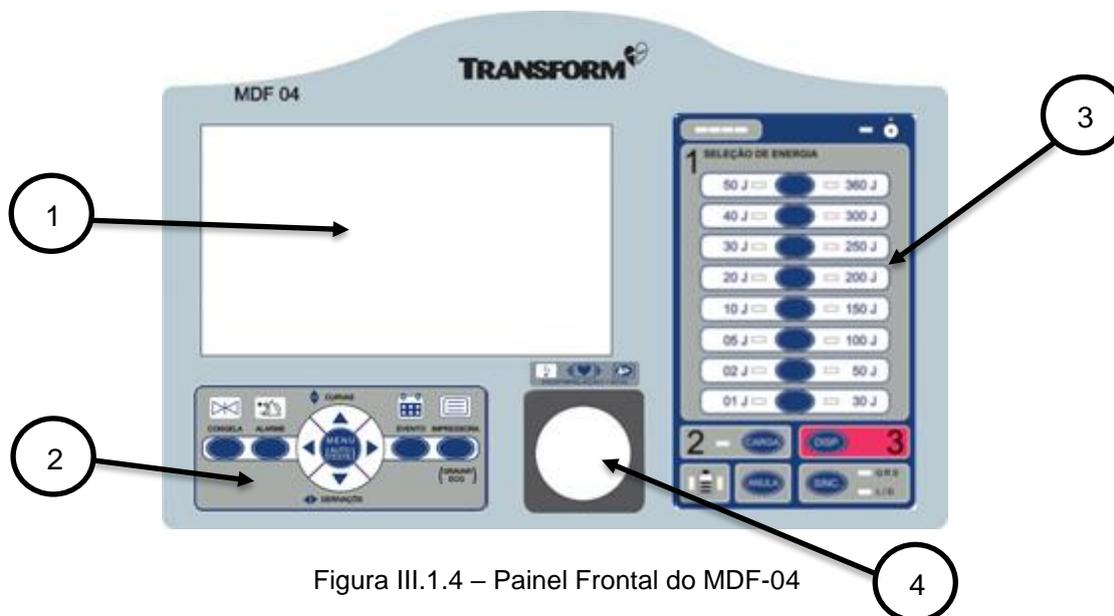

Figura III.1.4 – Painel Frontal do MDF-04
2. Certificar-se de que as pás tipo externo adulto/infantil (devidamente desinfetadas e preparadas) estejam conectadas ao conector apropriado do *equipamento* (4 - Fig. III.1.4); Sendo que, para o uso adulto, os discos de contato deverão ser acoplados às pás e para uso infantil os discos deverão ser removidos, conforme orientação em III.8. Antes do início do processo; as escalas adequadas serão automaticamente habilitadas.
3. Certificar-se, através da luz indicadora de sincronismo (6 – Fig.III.1.4), de que o *circuito sincronizador* do *equipamento* esteja desabilitado.